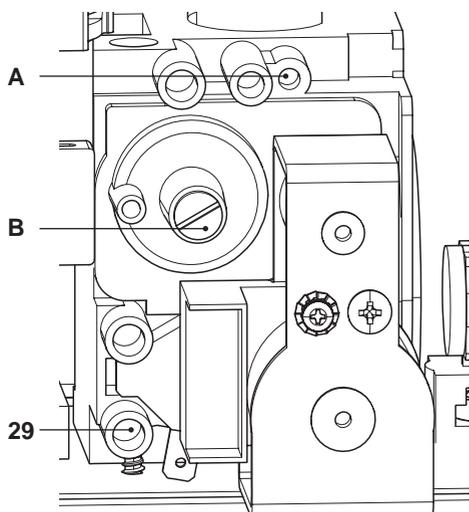

Figura 7.6
- A caldaia spenta (fuori servizio), controllare la pressione di alimentazione utilizzando la presa 29 in Figura 7.6 e confrontare il valore letto con quelli riportati nella tabella Pressioni di alimentazione gas nella sezione "Dati tecnici M260V.1616 SV" a pag. 24, "Dati tecnici M260V.2025 SV" a pagina 28 e "Dati tecnici M260V.3035 SV" a pagina 32.
- Richiudere bene la presa di pressione 29 in Figura 7.6.
- Per tarare il **CO₂** della caldaia (pressione del gas al bruciatore) svitare completamente il tappo in ottone di protezione **B** e agire sulla vite a brugola Ø 4 mm sottostante Figura 7.6, girando in senso orario il **CO₂** aumenta.
- Se i due dati non coincidono agire sulla vite regolazione massimo RQ (**A** in Figura 7.6) della valvola gas e tarare il **CO₂** allo stesso valore riportato della tabella "Dati in sanitario" sezione "Dati tecnici M260V.1616 SV" a pagina 24, "Dati tecnici M260V.2025 SV" a pagina 28 e "Dati tecnici M260V.3035 SV" a pagina 32. Girando in senso orario il **CO₂** diminuisce.